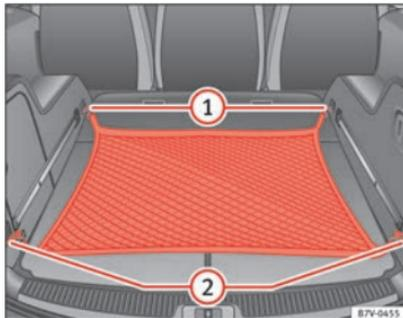

Abb. 101 Im Gepäckraum: flach eingehängtes Gepäcknetz.
- Haken des Gepäcknetzes in die Verzurrösen ⇒ Abb. 101 ① und ② einhängen.
- Haken des Gepäcknetzes aus den Verzurrösen ⇒ Abb. 101 ① vorsichtig aushaken.
- Haken des Gepäcknetzes aus den Verzurrösen ⇒ Abb. 101 ② vorsichtig aushaken.